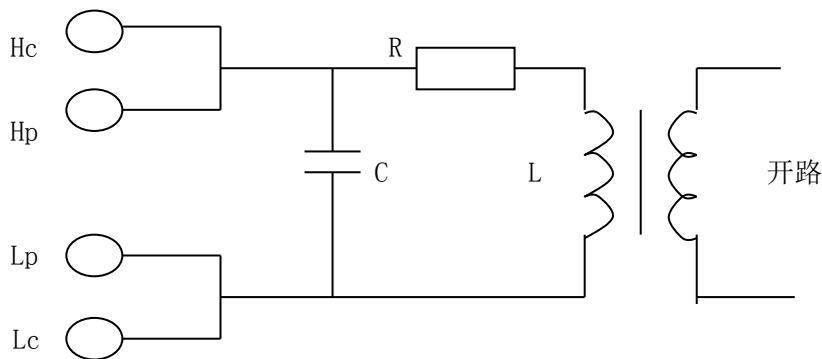
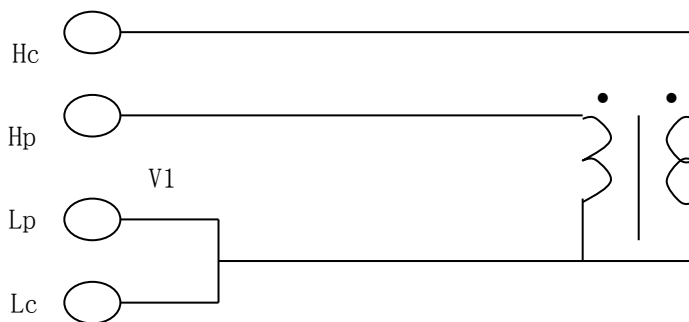

图 5-8 初、次级电感测量
图 5-11 互感量的测量
- **初、次级电感量的测量:** 使用图 5-8 的方法, 可直接测量初级电感量 (L1) 和次级电感量 (L2), 测量参数用 L_s-R_s 还可以同时测等效串连电阻。注意测量时应使其他绕组开路, 测量结果包括电容 C 的影响。
- **互感量的测量：**将变压器如图 5-11 连接，测量参数选用 L ，可直接测得互感量，测量时注意同名端的连接。
- **匝比的测量：**本仪器需要通过两步测量才能得到匝比。测量时可打开电压、电流监视 (V_m/I_m)，使显示器显示电压和电流值，首先按照图 5-8 测量初级阻抗，记录下初级电压读数 V_1 及阻抗 Z_1 ，然后 H_c 与 L_c 不动，将 H_p 和 L_p 接至次级测量，见图 5-12，并如图 5-11 一样将初次级在低端联在一起，记下次级电压读数 V_2 及阻抗 Z_2 。